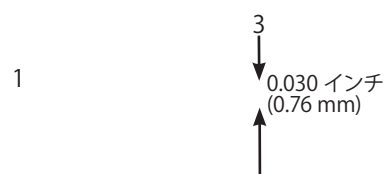

図55
- 中央の電極部 (図55) を観察する。薄茶色や灰色になっていれば正常に燃焼している。碍子が黒くなっているのは不完全燃焼である (エア・クリーナの汚れが原因であることが多い)。
- すきまゲージでエア・ギャップの点検を行い、隙間の大きさが適切でなければ側面の電極を注意深く曲げて調整する (図55)。